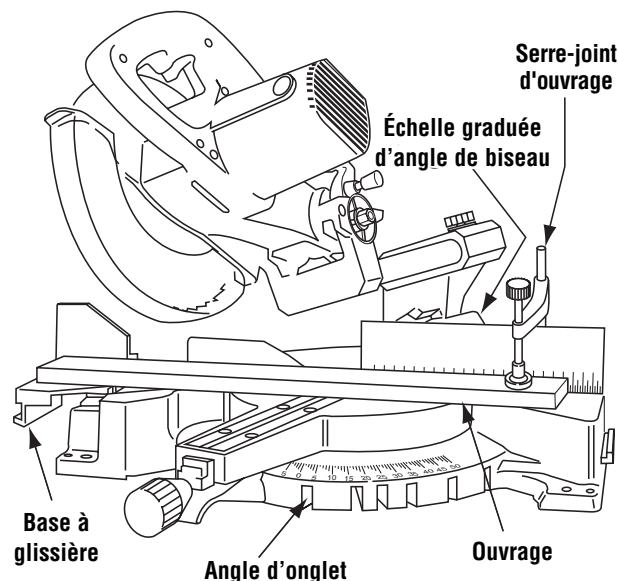

Figure 31. Coupe composée
1. Rallongez la base/guide à glissière en pratiquant des coupes composées avec onglet à gauche (voir Rallonge de base/guide à glissière à la page 90). Sélectionnez les angles désirés d'onglet et de biseau (Figure 31). (Voir Coupe à l'onglet et Coupe en biseau à la page 92.)